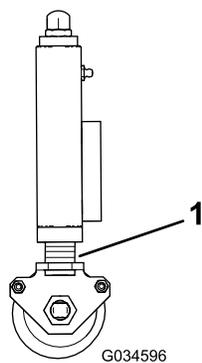

Figura 31
2. Certifique-se de que todas as unidades de corte estão definidas à mesma altura de corte verificando os anéis indicadores (Figura 31).